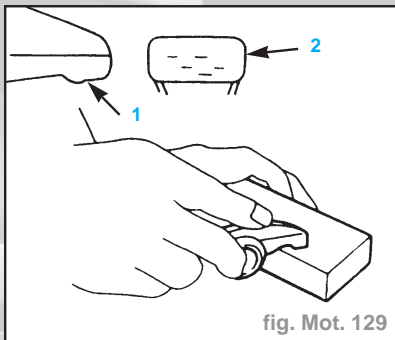

fig. Mot. 129
- Contrôler l'usure (1) et la formation de stries (2), éliminer une légère usure ou stries à l'aide d'une pierre à aiguiser (fig. Mot. 129).